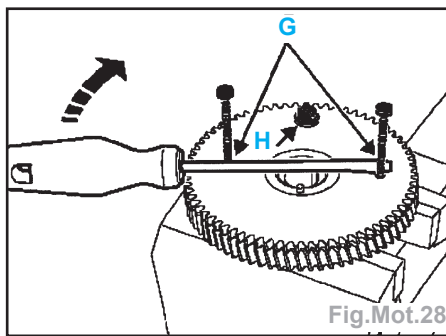

Fig.Mot.28
- Visser deux vis M6 x 100 x 50 en (G) uniquement dans la poulie de rattrapage de jeu (Fig.Mot.28).